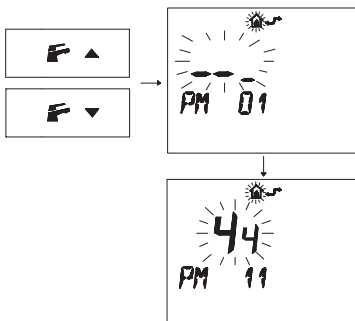

Figura 5.36
- Premere i pulsanti **F** **▲** o **F** **▼** per visualizzare la programmazione "PM11" della postcircolazione pompa (Figura 5.36).